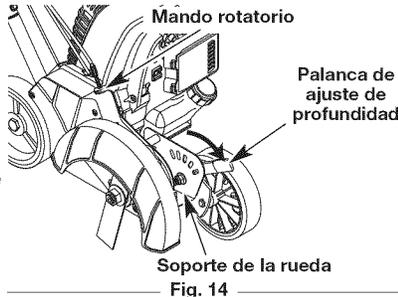

Fig. 14
1. Sujete la palanca de ajuste de profundidad situada al lado de la rueda delantera (Fig. 14).
2. Para elevar la cuchilla de corte, mueva la palanca hacia el frente del soporte de la rueda (Fig. 14). Bajar la rueda disminuye la profundidad de corte.
1. Localice el mando rotatorio pequeño situado en la parte superior de la caja de la correa (Fig. 14).